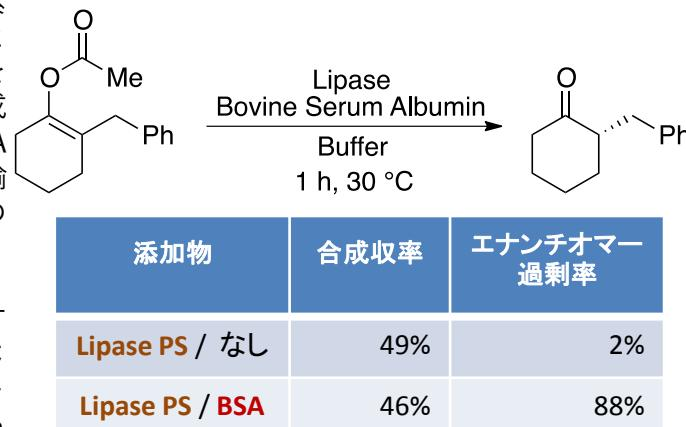

図1 エノールエステルの酵素加水分解
- エノールエステルをリパーゼ^{注1)}により酵素加水分解すると得られるケトンはラセミ体になりますが、ウシ血清アルブミン（BSA）を添加することにより光学活性なケトンが生成することを明らかにしました（図1）。BSAは、各種の有機化合物を結合し、血液中を輸送するタンパク質です。結合部位が、酵素の活性部位のような反応場を提供することで、光学活性体が生成したと考えられます。